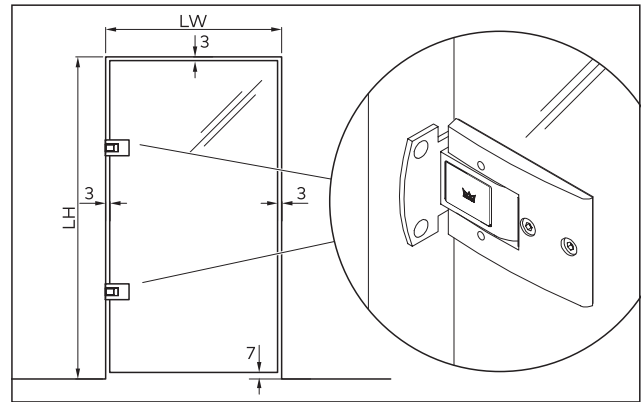

Fig. 5 Spaltmaße
1. Die Glastürflügel an der Montageposition auf Holzklötze o. Ä. aufstellen und lotrecht ausrichten. Die Spaltmaße beachten (Abb. 5)